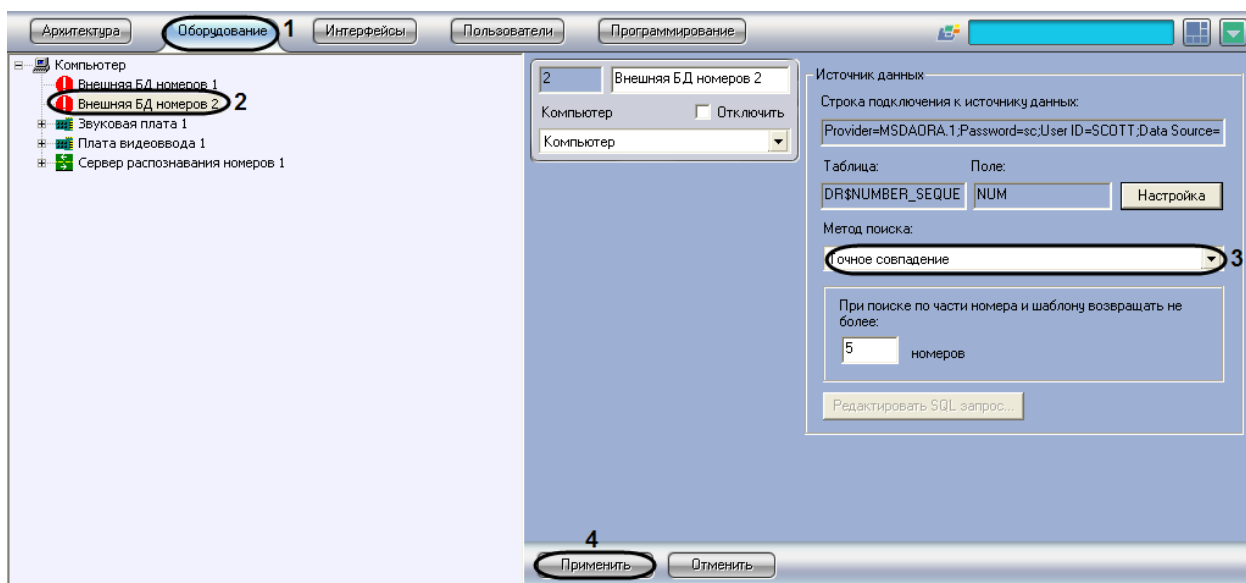

Рис. 7.6—10. Выбор метода поиска во внешней базе данных
1. Перейти на вкладку «Оборудование» диалогового окна «Настройка системы» (Рис. 7.6—10, 1).
2. Выбрать в дереве объект «Внешняя БД номеров» (Рис. 7.6—10, 2).
3. Из списка «Метод поиска» (см. Рис. 7.6—10, 3) выбрать требуемый метод поиска номеров во внешней базе данных (см. Таб. 7.6-1).
4. Нажать кнопку «Применить» (см. Рис. 7.6—10, 4).